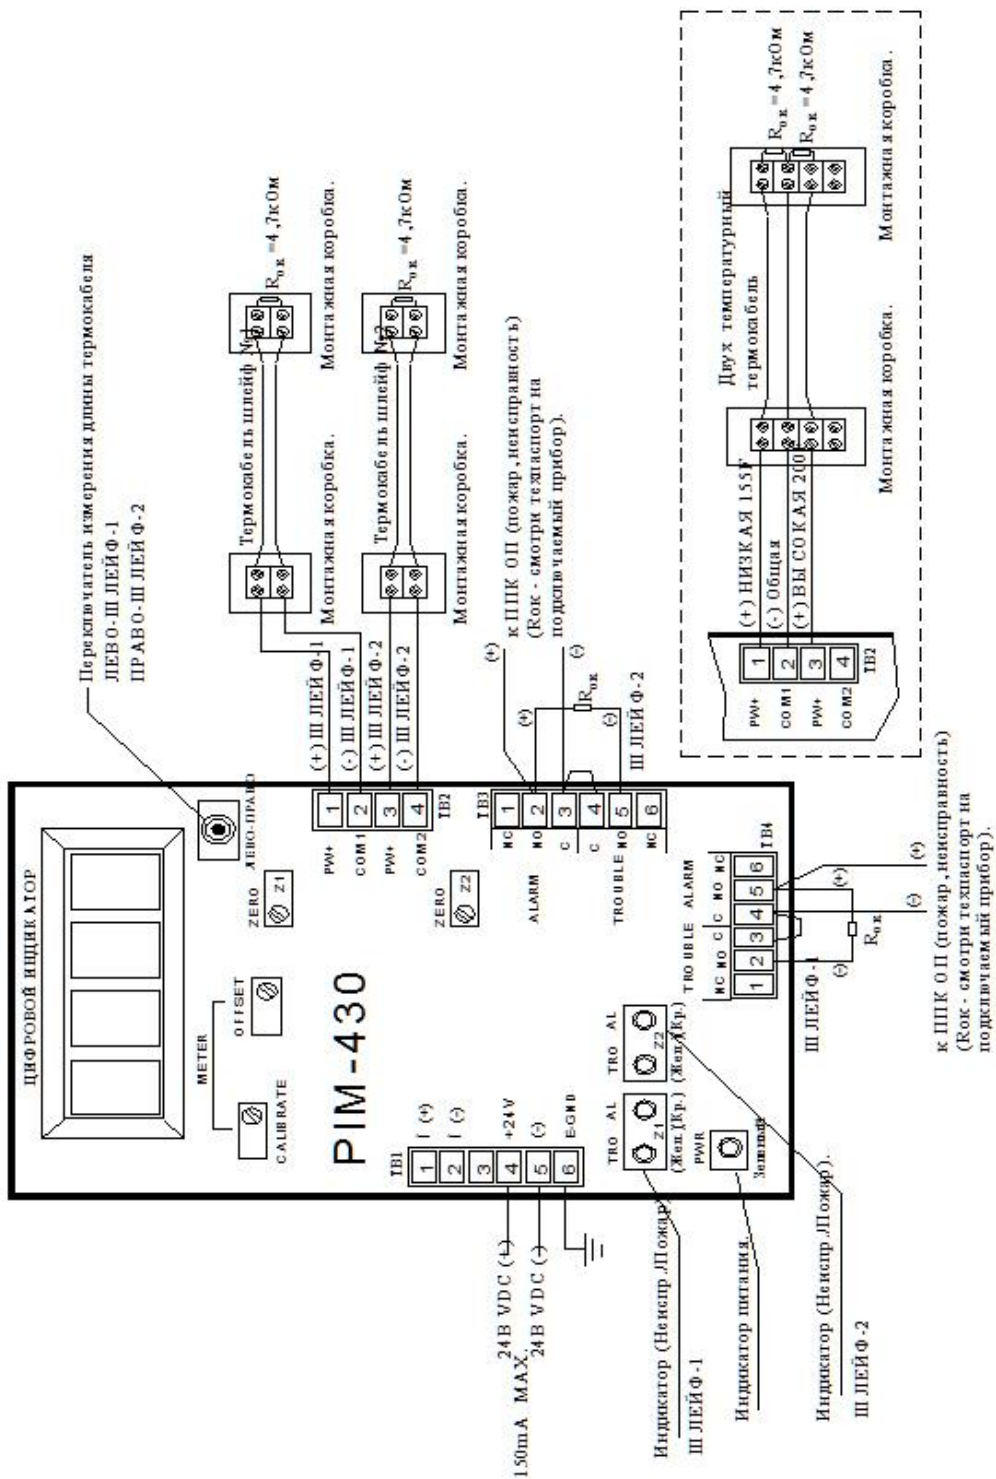
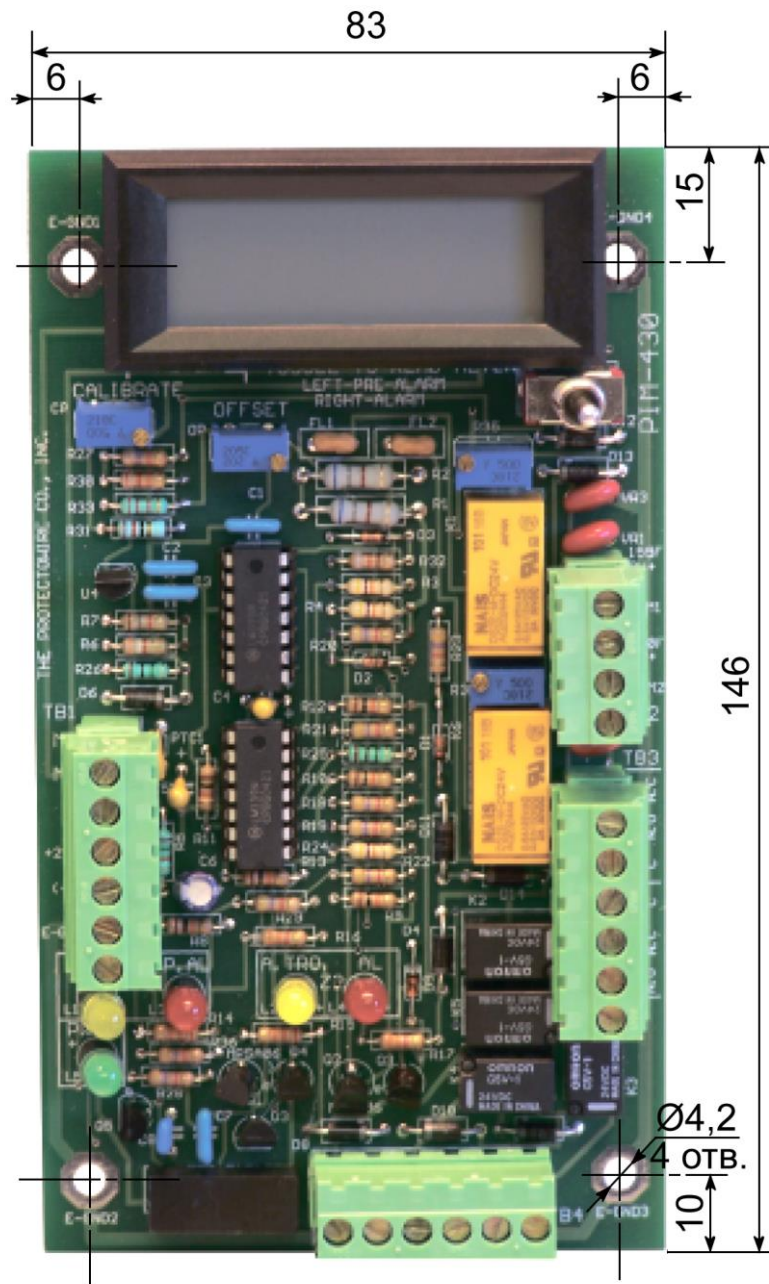
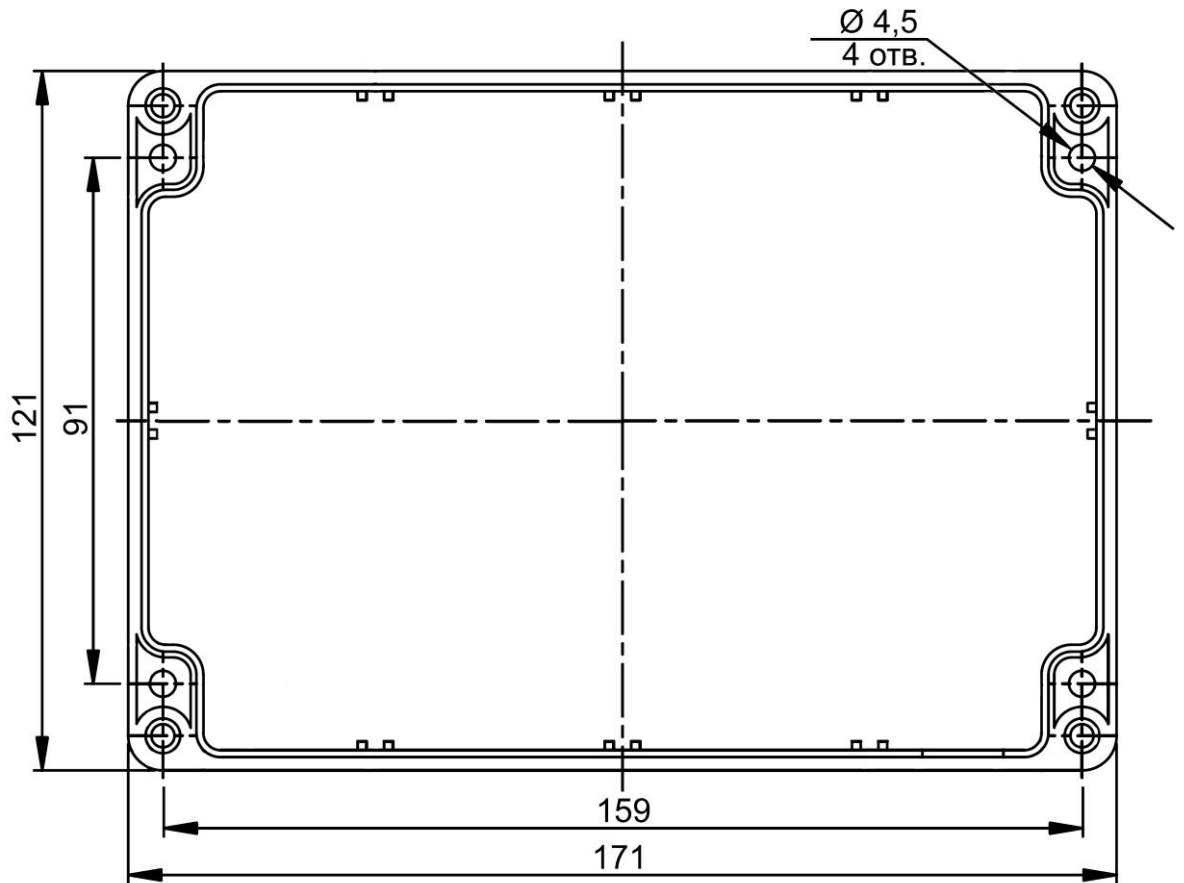

Рис. 1. Схема подключения интерфейсного модуля PIM-430D
Рис. 2. Размеры печатной платы модуля PIM-430D
Рис. 3. Размеры монтажного бокса и расположение крепежных отверстий
1.3 Подключение модуля следует производить согласно электрической схемы, приведенной на рис. 1.
4.1 Модуль контролирует состояние двух однотемпературных термокабелей или одного двухтемпературного термокабеля. Индикация длины по каждому термокабелю до очага осуществляется в ручном режиме с помощью трехпозиционного переключателя (рис. 1). На плате модуля имеются группы светодиодов отдельно для термокабеля № 1 и термокабеля № 2. Красные светодиоды индицируют режим "ПОЖАР", желтые светодиоды - режим «НЕИСПРАВНОСТЬ», зеленый светодиод – наличие напряжения питания. Интерфейсный модуль транслирует состояние каждого термокабеля через релейные выходы "ПОЖАР" и «НЕИСПРАВНОСТЬ» отдельно для каждого термокабеля. Переход модуля в режим «ПОЖАР» происходит при срабатывании (замыкании) любого линейного теплового пожарного извещателя. При переходе в режим "ПОЖАР" модуль не блокирует выход на термокабель. Возврат модуля в дежурный режим происходит автоматически после устранения причины, вызвавшей переход в режим «ПОЖАР». Формирование сигнала «НЕИСПРАВНОСТЬ» происходит при обрыве термокабеля. Размеры печатной платы и расположение крепежных отверстий модуля РІМ-430D показаны на рис. 2. Интерфейсный модуль размещается в монтажном боксе из поликарбоната с прозрачной крышкой (рис. 3).